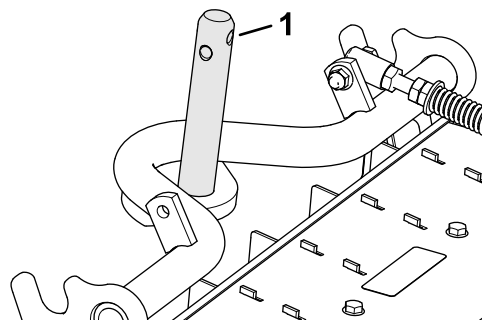

図 8
4. キャリアフレームのシャフトにきれいなグリスを塗る 図 8。